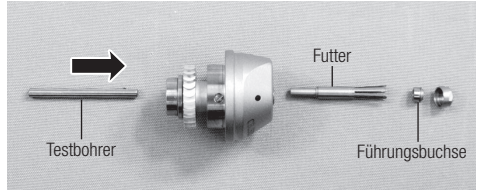

Abb. 19
- 3) Nach Abnahme der Rotorschaft-Mutter das Spannfutter vorsichtig mit dem Testbohrer oder dem Schaft des Bohrers von hinten herausdrücken. Die Führungsbuchse und das Spannfutter können herausgenommen werden. (Abb. 19)